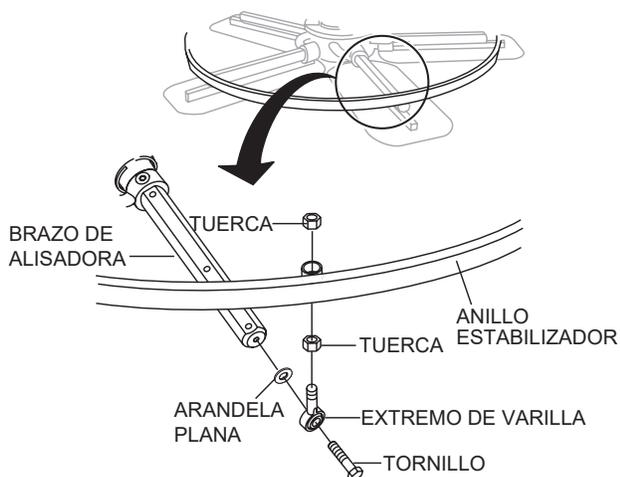

Figura 51. Anillo estabilizador
1. Quite la tornillería que sujeta el anillo estabilizador al brazo de la alisadora (Figura 51).